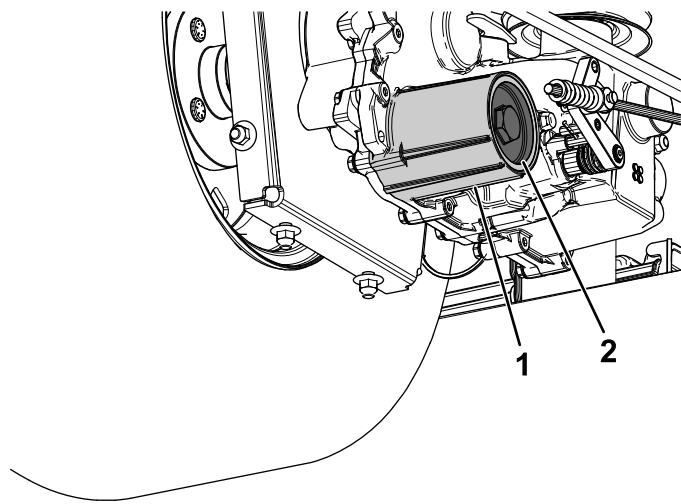

Figura 67
7. Retire la tapa del filtro de fluido hidráulico del transeje para vaciar el fluido (Figura 67).